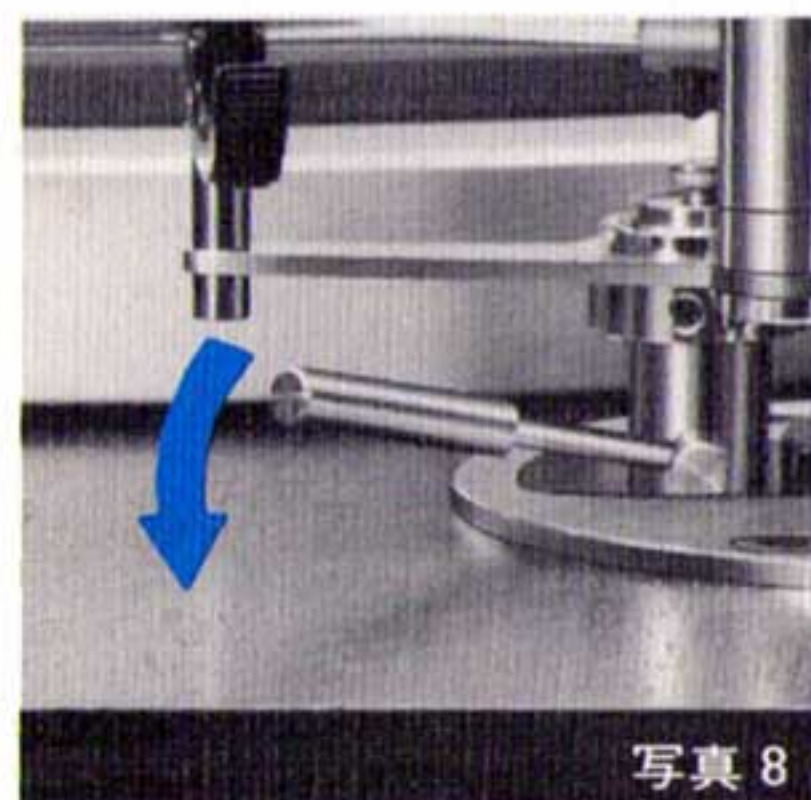

図3
- ② 針圧ノブの青色の丸いマークを写真7のように針圧基準線に合わせます。(この状態で針圧は「ゼロ」になります)
- ③ インサイドフォースキャンセラー・ノブを矢印方向左に回りきるまで回します。(写真7)
- ④ リフターレバーを写真8のように下げトーンアームをアームレストからはずします。アームレストにはアームを固定するためにロッカーがついていますが、使用前にロッカーを矢印方向にはずしてください。(図3)